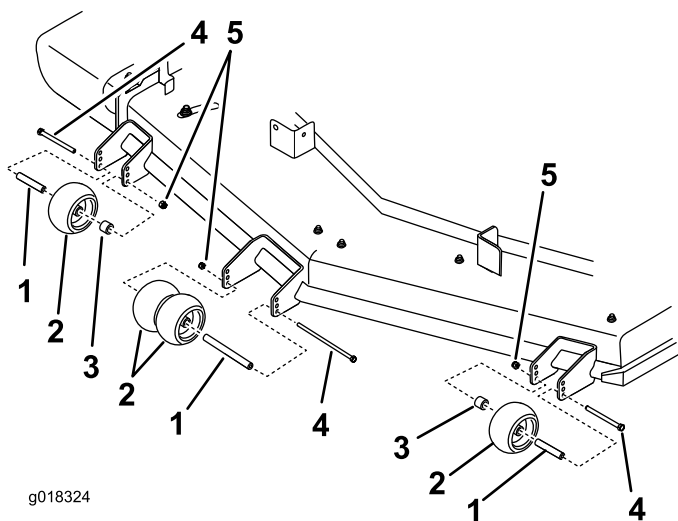

Figure 27
4. Veillez à monter les entretoises et les bagues (Figure 27).